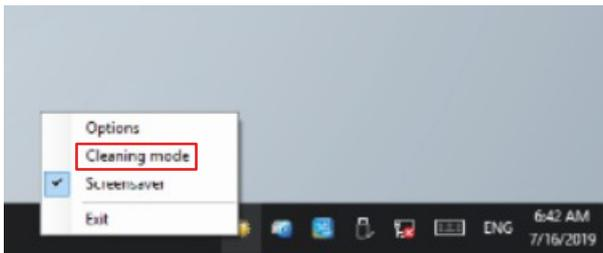

Abb. 10: CP77xx_Auswahl „Cleaning Mode“
3. Wählen Sie den „Cleaning Mode“ aus (siehe Abb. 10).